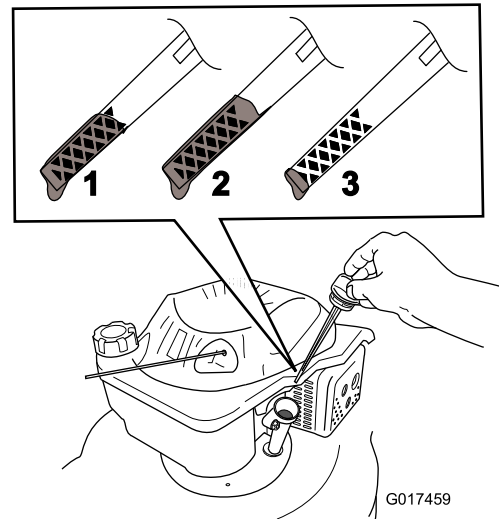

Figura 11
5. Para determinar el nivel de aceite correcto, consulte Figura 11.
- Nota:** Llene el cárter con aceite hasta que la varilla indique que el nivel del aceite del motor es correcto, según se muestra en Figura 11. Si usted llena demasiado el motor, vacíe el exceso de aceite siguiendo las instrucciones de la sección Cómo cambiar el aceite del motor.- 7. Instale la varilla y apriétela firmemente sin usar herramientas.